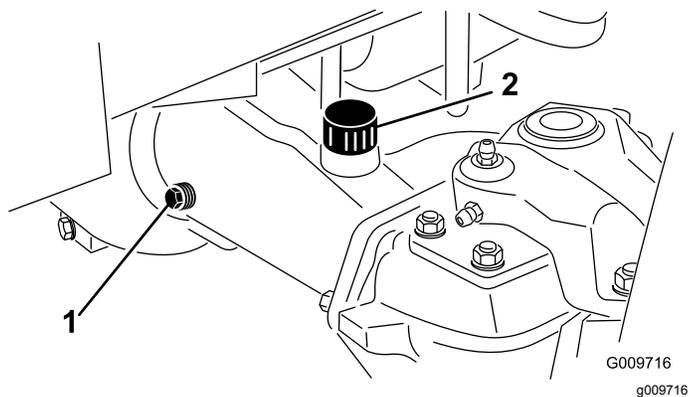

Figura 74
2. Togliete il tappo di controllo da un'estremità del ponte (Figura 74) e verificate che il lubrificante raggiunga la base del foro.
3. Se il livello è basso, togliete il tappo di riempimento (Figura 74) e rabboccate con lubrificante finché non raggiunge la base del foro del tappo di controllo.